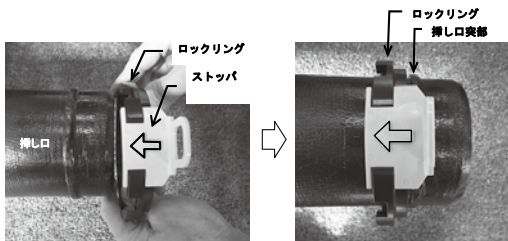

図27 ロックリングの挿し口へのセット
- (2) 押輪、ロックリングの順番で挿し口に預ける。ロックリングは図27に示すように、ストップに表示した矢印の向きに挿し口へセットする。ストップが挿し口突部に当たる位置までロックリングを挿入する。